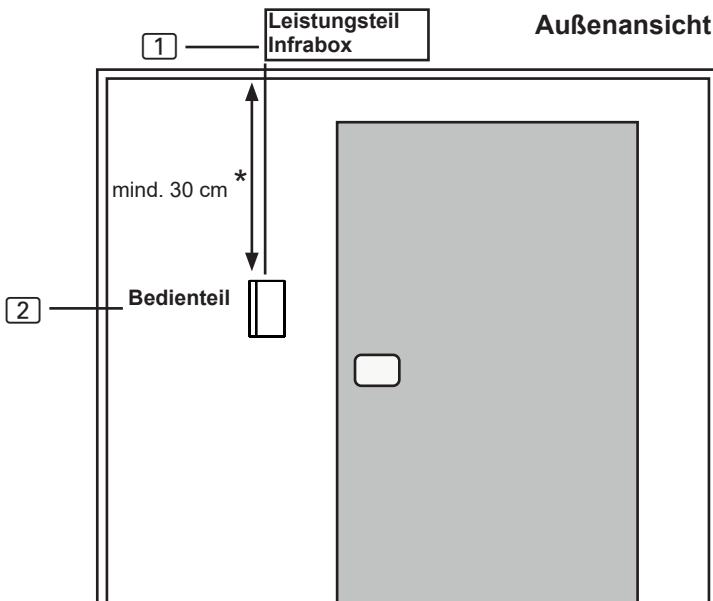

Abb.2 Position Bedienteil
Das Bedienteil **2** der Infrarotsteuerung wird an der Kabinen-Außenwand im maximalen Abstand von 10 Metern zum Leistungsteil **1** montiert (siehe Abb. 2). Für die Montage wird beispielsweise eine handelsübliche Stichsäge benötigt um die Ausnehmung für das Bedienteil zu schneiden. Das Bedienteil kann sowohl in der Kabine als auch außerhalb der Kabine montiert werden.
* Bei Montage innerhalb einer Infrarotkabine ist ein Mindestabstand von 30 cm zur Kabinendecke einzuhalten (siehe Abb.2 Position Bedienteil auf Seite 11).